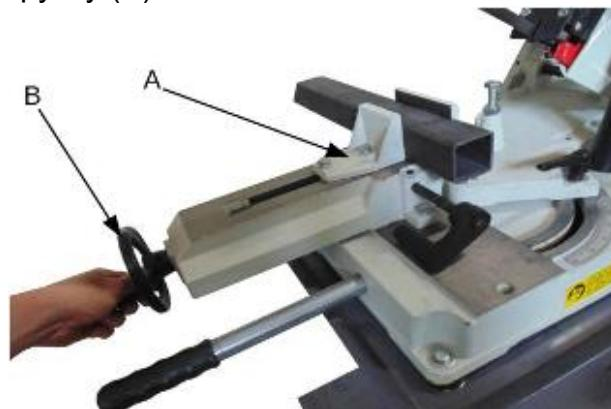

Рис. 15
Заготовка (A) располагается между тисков так, чтобы отрезаемая часть заготовки выходила за пределы полотна (рис. 15). Для блокировки элемента тисками необходимо повернуть ручку (B).